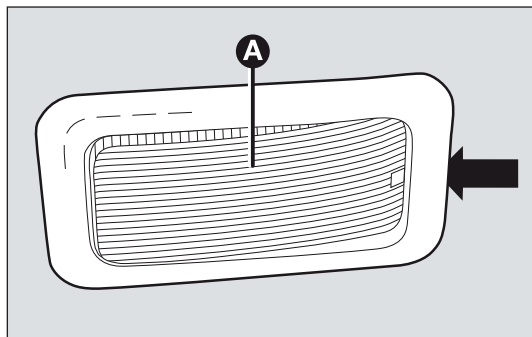

fig. 160
- ☐ mediante il cacciavite in dotazione, estrarre la plafoniera A-fig. 160 agendo nel punto indicato dalla freccia;